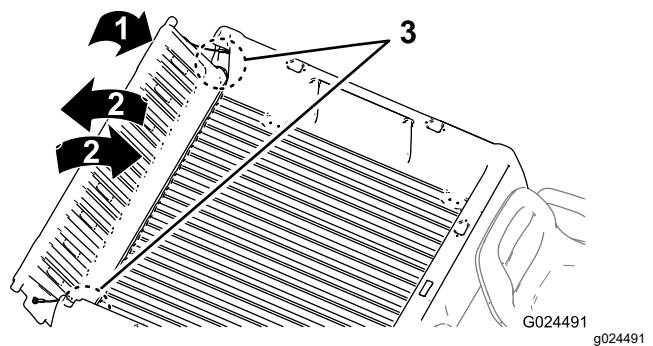

Bild 21
3. Drehen Sie die Heckklappe mehrmals mit kurzen, schüttelnden Bewegungen (Bild 21).
2. Drehen Sie die Heckklappe auf eine ungefähre Stellung von 45° (Bild 21).